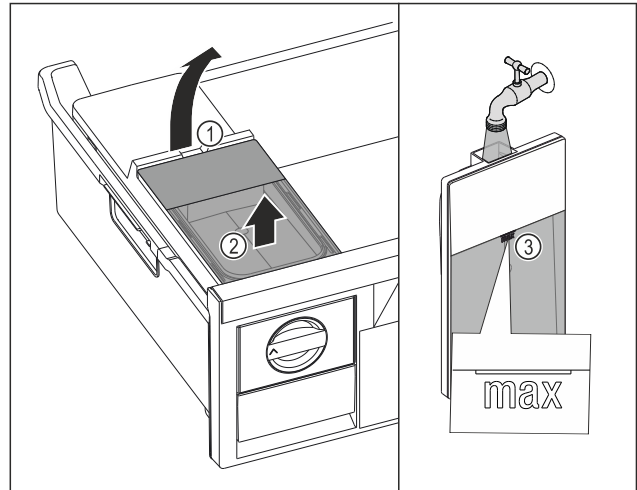

Fig. 100
- ▶ Watertank aan de uitsparing Fig. 100 (1) optillen.
- ▶ Watertank naar boven toe verwijderen. Fig. 100 (2)
- ▶ Watertank tot de markering Fig. 100 (3) vullen met drinkwater.